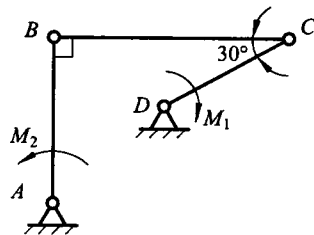

图 2.15
11. 铰链四杆机构 $ABCD$ 在图 2.15 所示位置平衡。已知 $CD=40$ cm, $AB=60$ cm。作用在 CD 上的力偶矩 $M_1=3$ N·m。试求力偶矩 M_2 的大小和 BC 杆所受的力。各杆自重不计。